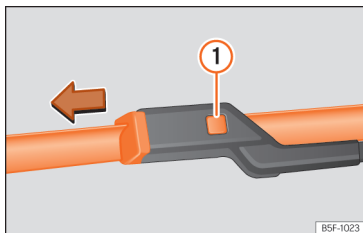

Fig. 153 Substituição das escovas do limpa-para-brisas.
- Mantenha pressionado o botão de desbloqueio » » » Fig. 153 ① puxando ligeiramente pela escova no sentido da seta.